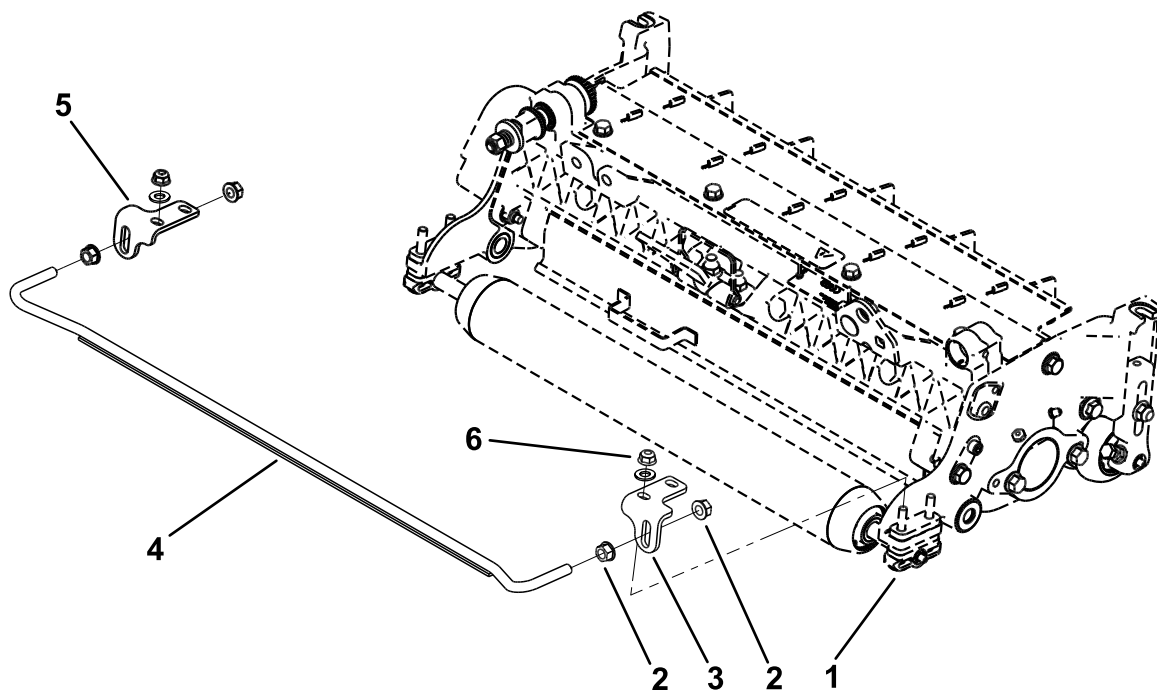

Рисунок 3
- Установите соответствующий кронштейн скребка (правый или левый) на каждом кронштейне валика с помощью 2 фланцевых контргаек (5/16 дюйма) и 2 шайб. Расположите кронштейны, как показано на Рисунок 3. Убедитесь в том, что валик закреплен на кронштейнах валика.
4. Навинтите фланцевую контргайку (3/8 дюйма) на каждый конец штока скребка, как показано на Рисунок 3.
5. Вставьте шток скребка в кронштейны скребка и слабо затяните их с помощью 2 фланцевых контргаек (3/8 дюйма), как показано на Рисунок 3.